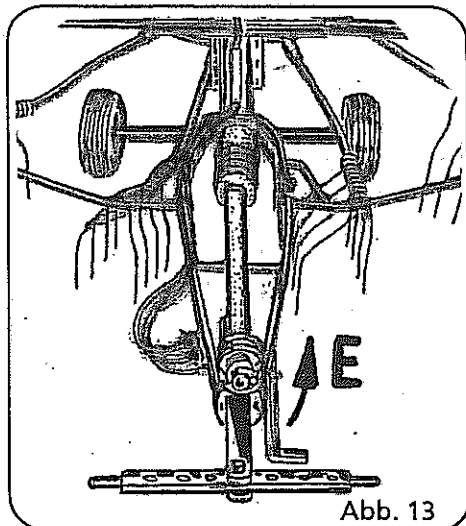

Abb. 13
4. Abstellstütze nach oben drehen und sichern (Abb. 13, Pos. E).